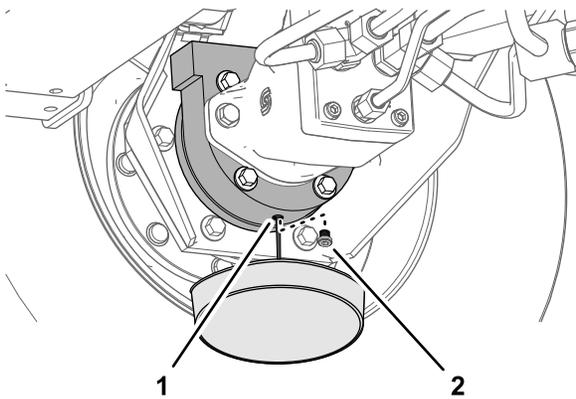

Figura 102
6. Coloque o recipiente de escoamento por baixo da estrutura do travão, retire o tampão e deixe o óleo escorrer completamente (Figura 102).